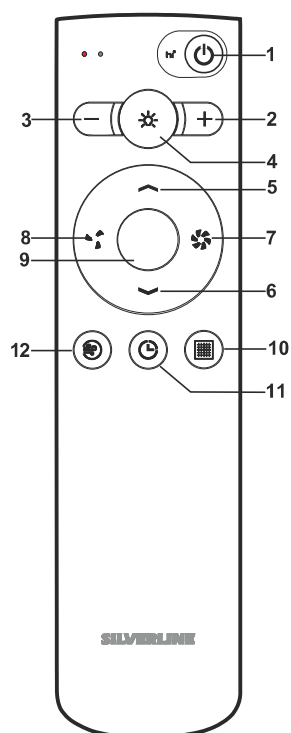

Fig. 42
- Tryk på Air Clean (Luftudrensning) og pil op knappen på samme tid i 3 sekunder. (Fig. 42/4).
- Tryk på plus (+) og minus (-) knappen på samme tid i 3 sekunder. (Denne indstilling vil slette enheden i fjernbetjeningen, du skal gentage parrings instruktionerne for at kunne oprette forbindelse igen). (Fig. 42/2)
- Tryk på plus (+) og minus (-) knappen på samme tid i 3 sekunder. (Denne indstilling gør det muligt at slette fjernbetjeningen inde i enheden, du skal gentage parrings instruktionerne for at oprette forbindelse igen). (Fig. 42/6)
- Tryk på knappen til Air Clean (Luftudrensning) og fedtfilter knappen på samme tid i 3 sekunder. (Fig. 42/3).
Tryk på Air Clean (Luftudrensning) og pil ned-knap på samme tid i 3 sekunder. (Fig. 42/5).
Silverconnect: (Ekstra tilkøb)	Deaktiveres ved at trykke på OK knappen ca 4 sek. Fig. 42
Silverconnect følsomheds justering: (Ekstra tilkøb)	Når Silverconnect er aktiv, skal du trykke på OK- (Fig. 42) knappen 7 sekunder. Når der trykkes på den, går Silverconnect i justerings tilstand . Hver gang der trykkes på OK-knappen ændres følsomheden. Vent 10 sek. for at gemme den valgte indstilling, så gemmes den automatisk.